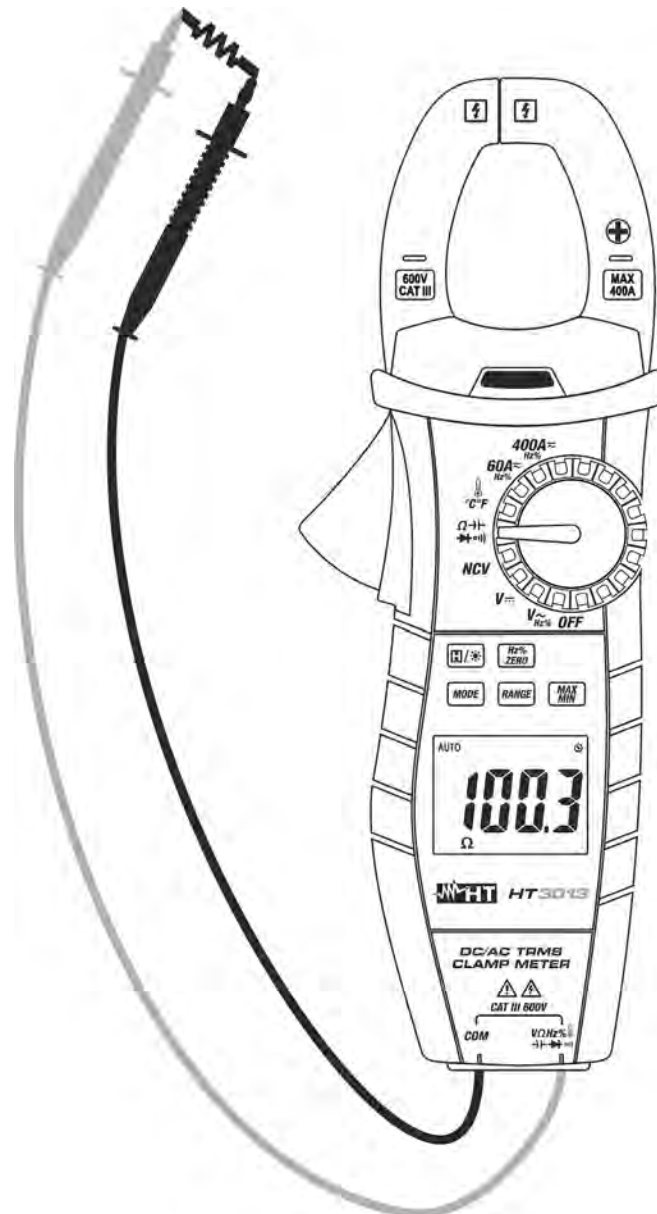

Fig. 7: Uso dello strumento per misura di Resistenza
3. Posizionare i puntali nei punti desiderati del circuito in esame (vedere Fig. 7). Il valore della resistenza verrà visualizzato sul display